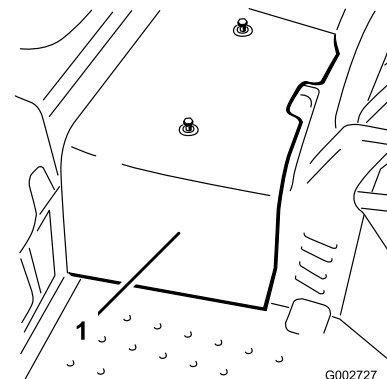

Figura 42
2. Allentate le 2 viti che fissano la protezione centrale alla macchina, e togliete la protezione (Figura 42).